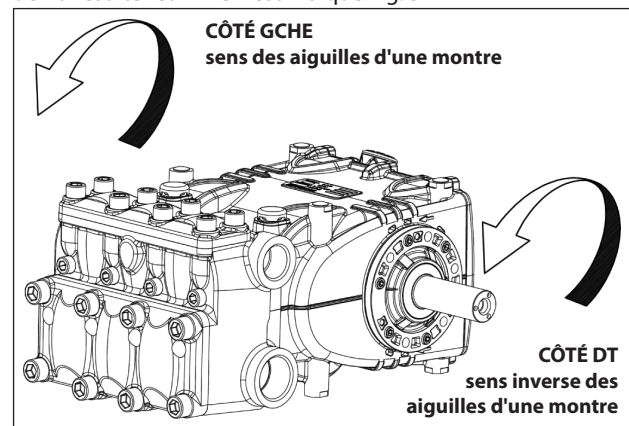

Fig. 5
En se plaçant face à la tête de la pompe, le sens de rotation devra résulter comme il est indiqué Fig. 5
N.B. La version représentée sur la Fig. 5 est de Droite.